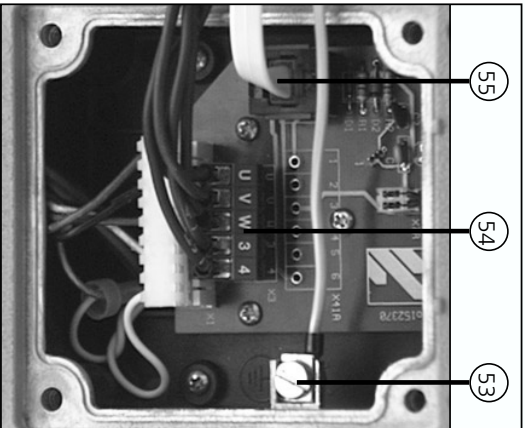

Рис. 7. Места подсоединения к приводу ворот
- Осуществите подсоединения к приводу ворот в соответствии с рис. 7.